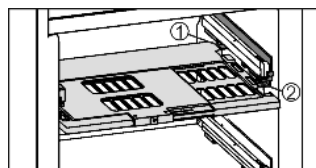

Fig. 9
- ▶ Introduire la plaque de régulation de l'humidité : insérer les travers du couvercle de la plaque par le bas dans le support arrière Fig. 9 (1) et encliqueter devant dans le support Fig. 9 (2).